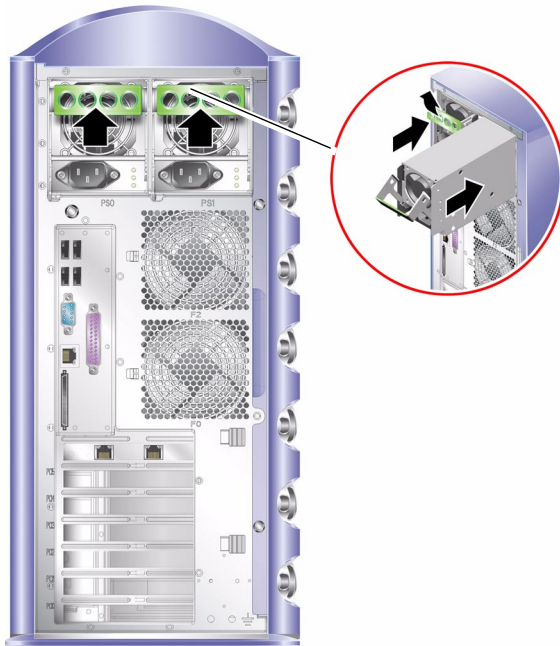

FIGURE 1-9 Remplacement d'une unité d'alimentation
8. **Appuyez sur la poignée jusqu'à ce qu'elle s'enclenche. Voir la FIGURE 1-9.**